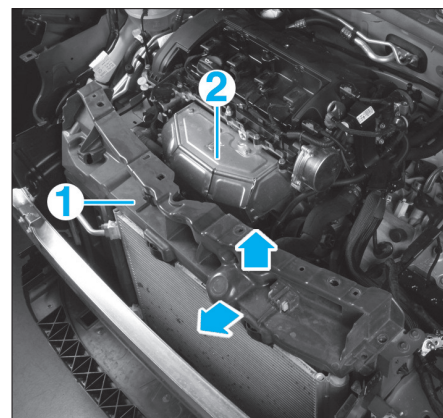

FIG. 60
- Soulever et écarter la cassette de refroidissement (1) vers l'avant (Fig.60).
- Déposer l'écran thermique (2) du collecteur d'échappement.